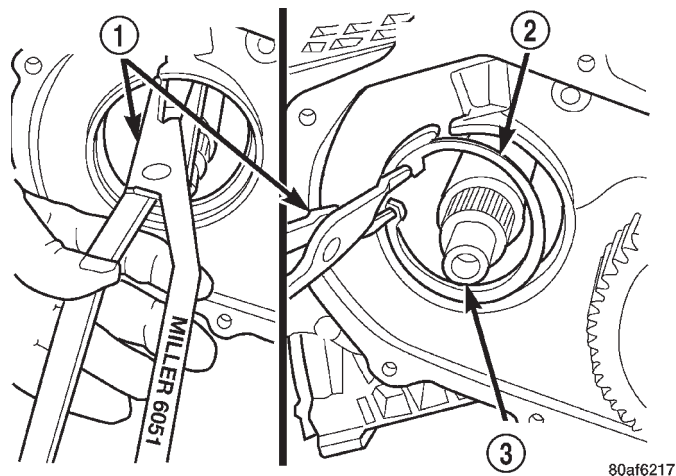

Fig. 108 Instalación del anillo de muelle del cojinete del eje de transferencia
(27) Con la herramienta 6051, instale el anillo de muelle del cojinete del eje de transferencia (Fig. 108).